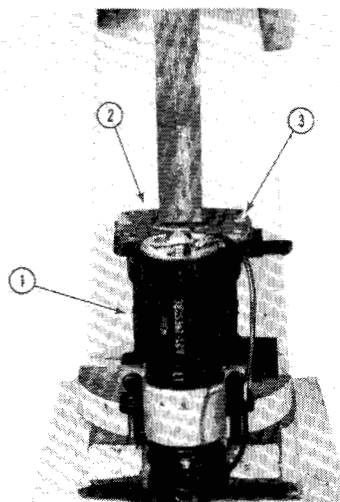

Figure 52
POSITION POWER BOOSTER ASSEMBLY (1, Figure 52) AS SHOWN IN ARBOR PRESS. APPLY SLIGHT PRESSURE AGAINST CAP (2).